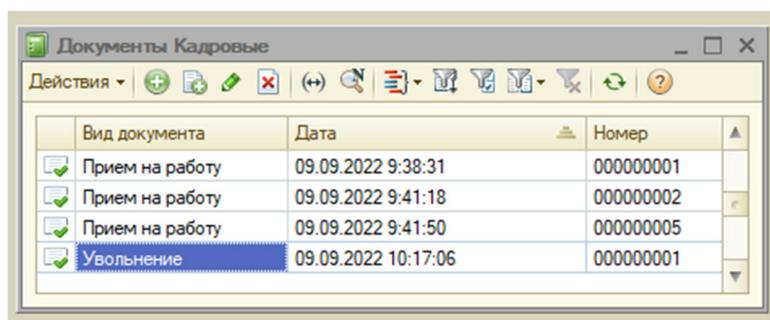

Рис. 1.8. Журнал документов «Кадровые»
7. После создания и заполнения документов создадим и сгруппируем их в журнале документов «Кадровые» (рис. 1.8).